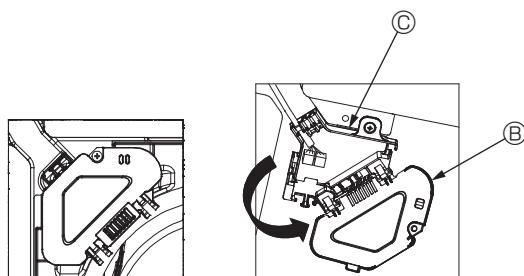

Fig. 7-5
- ③ Fjern den skrue, der holder el-boksen afdækning fast, og åbn afdækningen. (Fig. 7-5)
- ④ Placer tilslutningsledningsstikket i el-boksen.
- ⑤ Monter ledningsafdækningen og el-boksafdækningen.